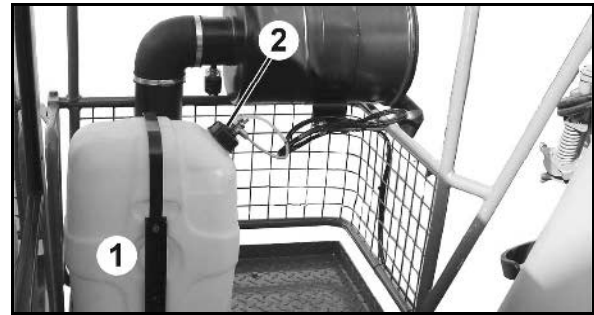
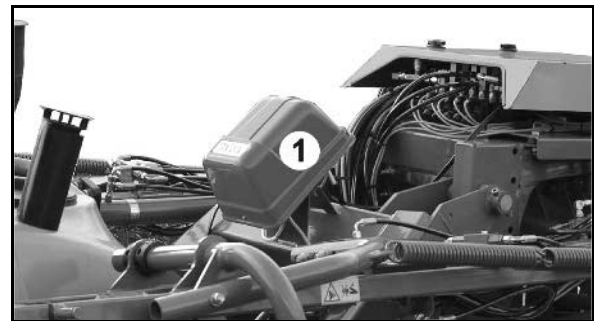

Fig. 103
Fig. 104
Afstanden mellem de enkelte skumbobler i forhold til hinanden kan indstilles med specialbolten med slidsen (Fig. 103/2) på følgende måde:
- **Skummarkering Super-L-bom** Fig. 103/...
(1) Beholder
(2) Specialbolt med slids
- Kompressor (Fig. 104/1)